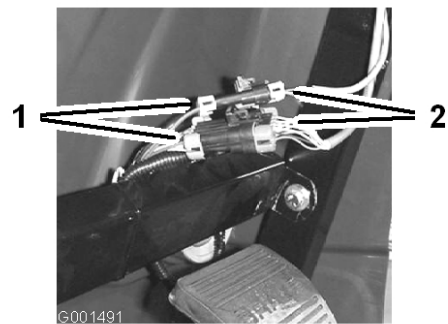

図 7
- スプレープロの電気コードのコネクタを、ダッシュボード下にあるコネクタに接続する(図7)。